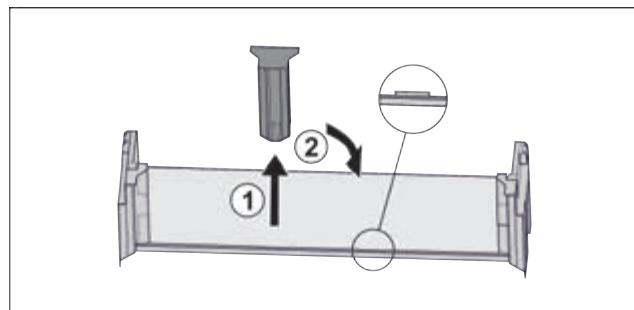

Fig. 39
- Витягнути середню деталь для підтримки Fig. 39 (1).
- Вставити середню деталь для підтримки на друге положення Fig. 39 (2).